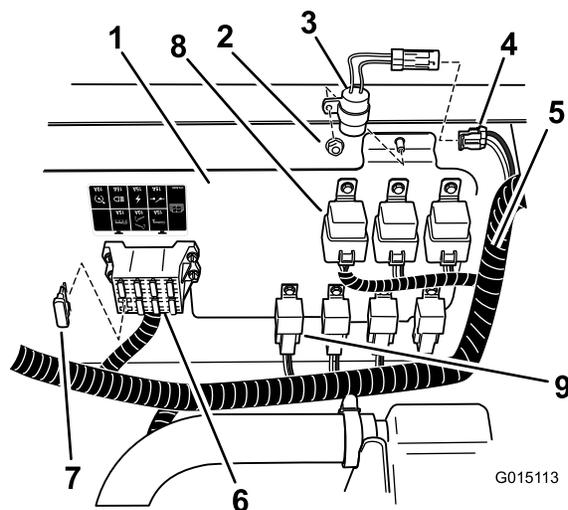

図 26
2. 付属部品の中から遅延タイマーを探し出し、(図 26) に示す位置にロックナットで取り付ける。
3. メインのワイヤ・ハーネスから delay timer というラベルのついたワイヤを探し出す。タイマーをメイン配線ハーネスに接続する (図 26)。
4. ヒューズ・ブロックの開きスロットに、(図 26) のように 40 A ヒューズを取り付ける。もし、この位置に既に別の低定格のヒューズがついている場合には、そのヒューズを取り外してその代わりにこの 40 A ヒューズを取り付ける。